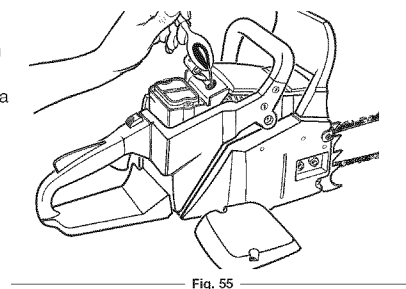

Fig. 55
4. Vierta 1 cucharita de aceite de 2 tiempos en la cámara de combustión (Fig. 55). Tire lentamente de la cuerda de arranque varias veces para recubrir los componentes internos.